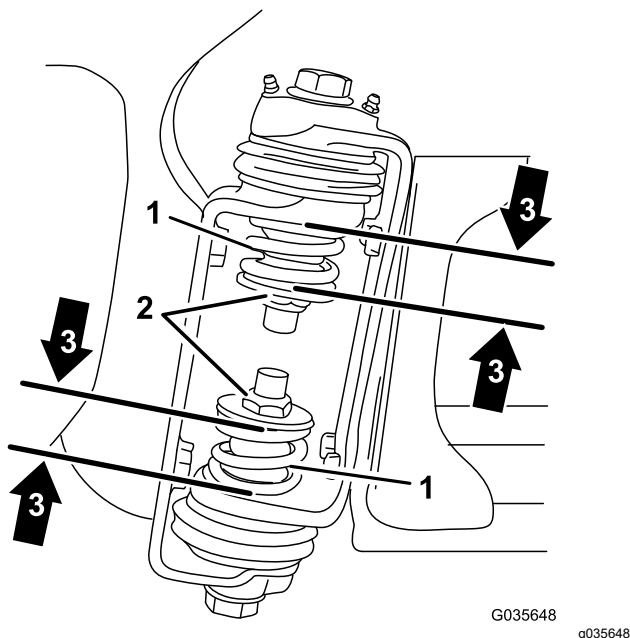

Bild 5
3. Messen Sie am Scharnier des Abschnitts die Komprimierung der oberen und unteren Federn, wenn die Abschnitte ausgefahren sind (**Bild 5**).